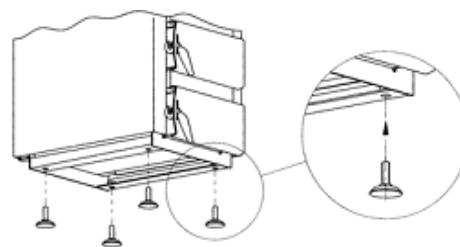

Рис. 6 Опоры котла, регулируемые по высоте
- Котел устанавливается горизонтально и вертикально по уровню. Для выравнивания котла служат 4 опоры с регулированием по высоте (прилагаются к комплекту поставки), которые можно ввинтить в резьбовые отверстия рамы-основания котла (Рис. 6).